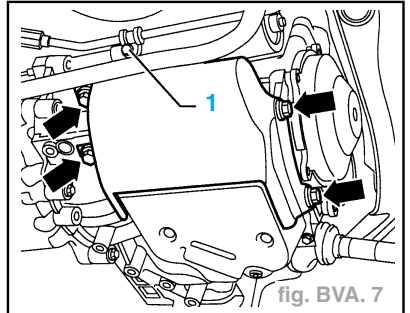

fig. BVA. 7
- Déposer le support (1) pour la conduite hydraulique de la direction assistée. (fig. BVA. 7)